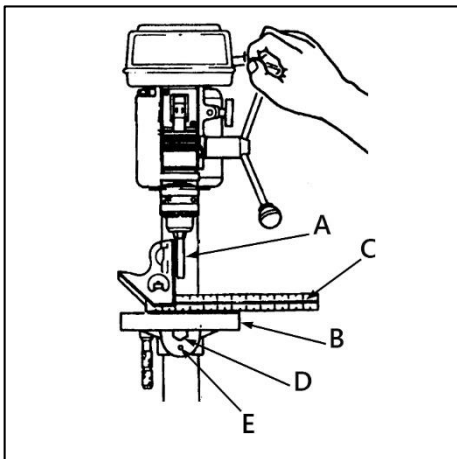

Рисунок 14.
Чтобы использовать рабочий стол в наклонном положении, ослабьте установочный винт (Е) (рис. 14) и фиксирующий болт (D) при помощи соответствующего ключа. Наклоните стол на желаемый угол, затяните фиксирующий болт и установочный винт.